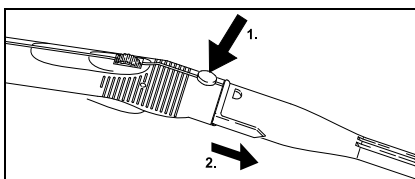

Bild 9
- Tryck på utlösningssknappen (C2 resp. G2) för att skilja tillbehörsdelarna åt och drag delarna från varandra (se bild 9).